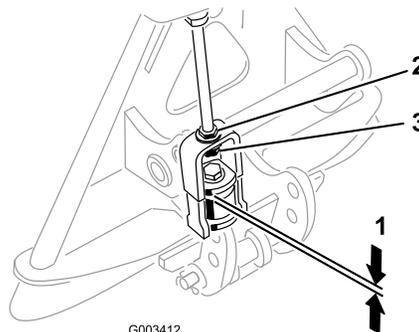

Figura 16
9. Una volta montato e fissato il rastrello sul trattore, misurate la luce tra la rondella superiore e il distanziale nell'attacco, sull'adattatore per accessori, come illustrato nella Figura 16.
Lo spazio tra la rondella e lo spallamento deve essere compreso tra 1,5 mm e 2 mm (Figura 16).
10. Se la luce non è esatta, allentate il controdado e serrate o allentate il dado di regolazione sull'attacco quanto basta per modificarla (Figura 16).